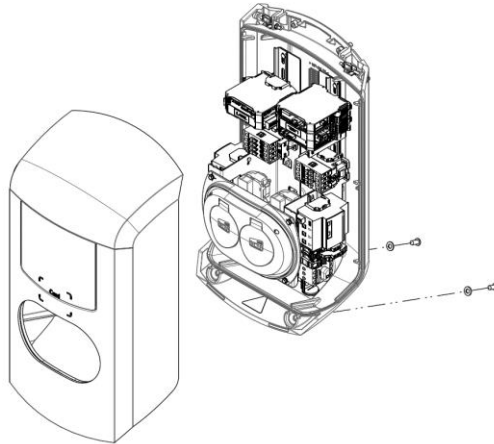

Abbildung 5: 3-phasiges Modell
14. Drücken Sie die vordere Haube zu und befestigen Sie die Diebstahlschutzschrauben M8 x 16 in die hierfür bestimmten Bohrungen auf der Rückseite. Ziehen Sie diese mit dem mitgelieferten Inbusschlüssel fest (Abb. 5);